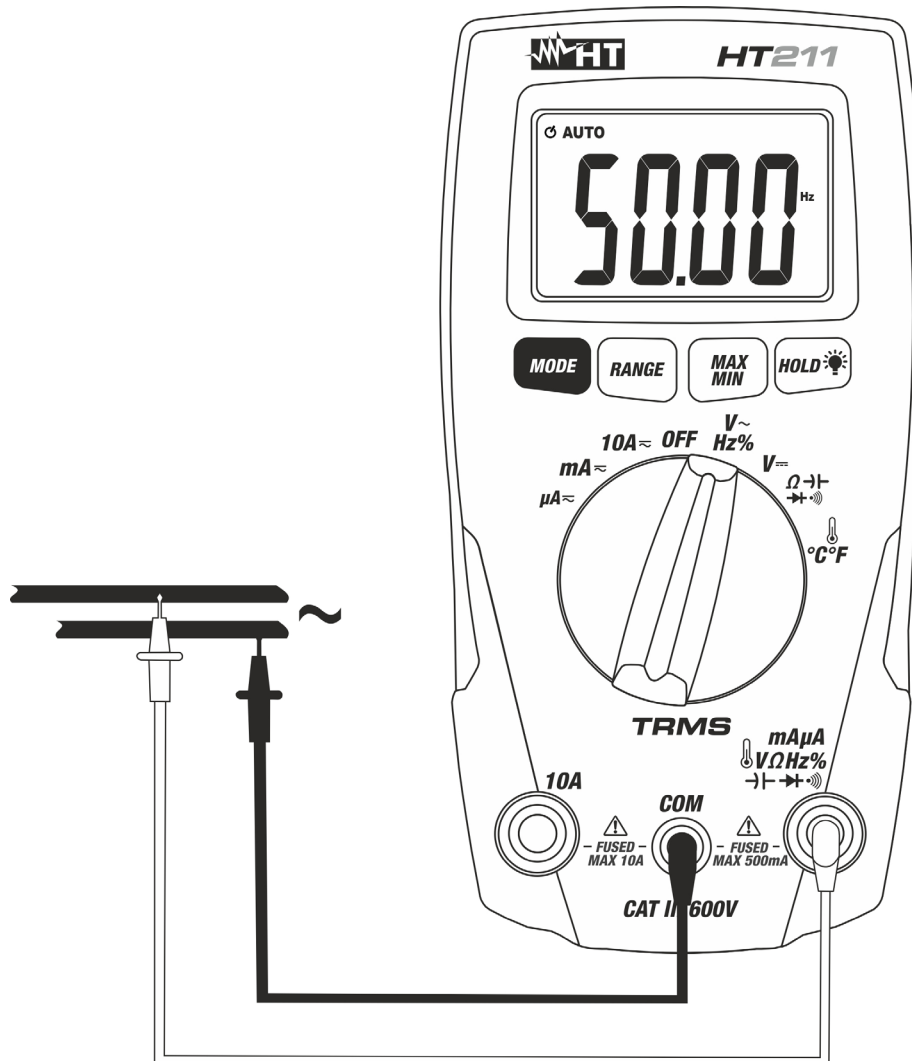

Abb. 4: Frequenzmessung & Tastverhältnis
4. Verbinden Sie nun die rote und die schwarze Messleitung mit der Anlage wie oben gezeigt (siehe Abb. 4). Die Frequenz wird automatisch erkannt und auf dem Display angezeigt